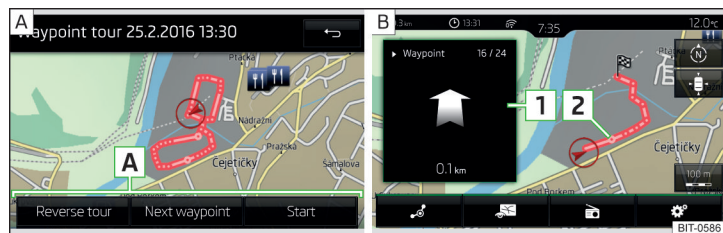

Fig. 246 Afficher un trajet avec des points de passage / Parcourir un trajet avec des points de passage
- Sélectionnez l'un des menus suivants » fig. 246 - **A**.
Lorsqu'un trajet avec des points de passage est en cours, la fenêtre supplémentaire **Points de passage** affiche la direction ainsi que la distance jusqu'au point de passage suivant, le numéro en continu du point de passage suivant ainsi que le nombre total de points de passage **1** » fig. 246 - **B**.
Le trajet avec des points de passage à partir de l'emplacement du véhicule jusqu'au point de passage suivant « diminue » progressivement pendant le trajet par pas de « » **2** » fig. 246 - **B**.
- > Afficher du trajet avec des points de passage » **fig. 246 à la page 209**